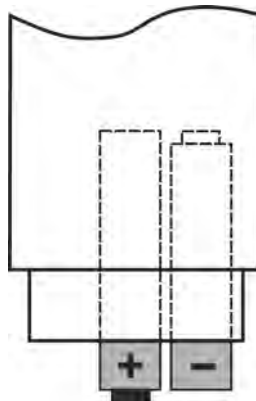

Fig. 8: Remplacement de la batterie
3. Insérez des piles neuves du même type (voir § 7.1.2) en respectant les signes de polarité (voir Fig. 8)